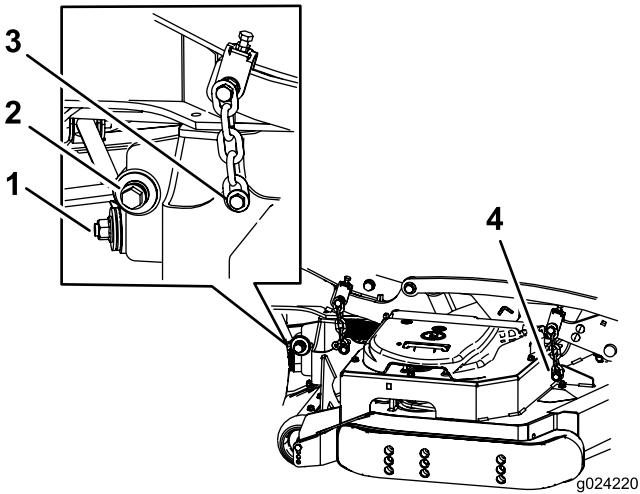

Figure 104
- Enlevez et mettez de côté les fixations des deux côtés du tablier, comme montré à la Figure 104.